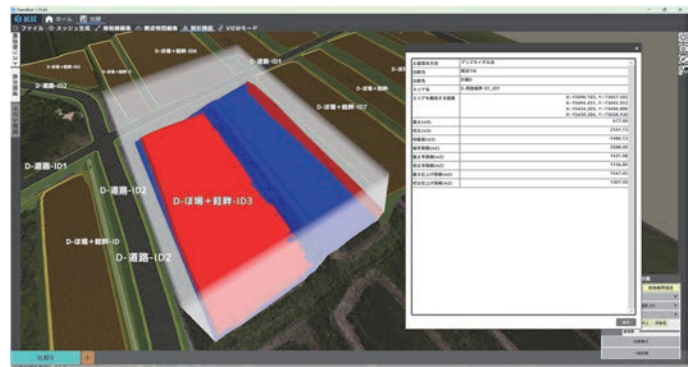

図2 現況地形と計画の3次元データに基づいた土量計算機能
- 土量計算機能は現況地形と計画地形の3Dモデル間の体積差分や法面仕上げ面積などを算出できます。(図2)